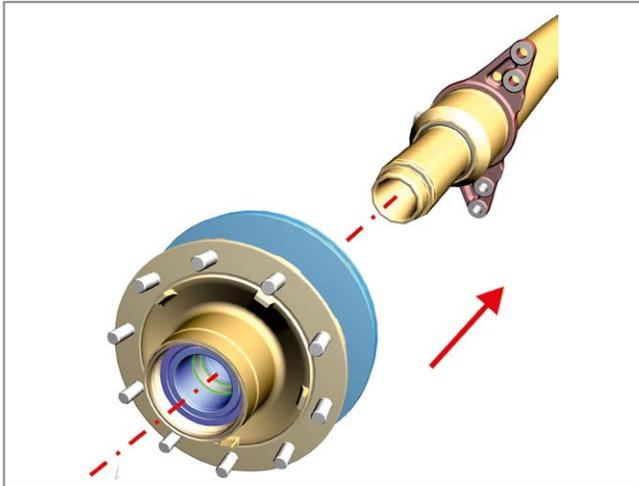

Abb. 10 - Radnabe montieren
1. Achsstummel einfetten und Radnabeneinheit ► Abb. 10 auf Achsstummel setzen.